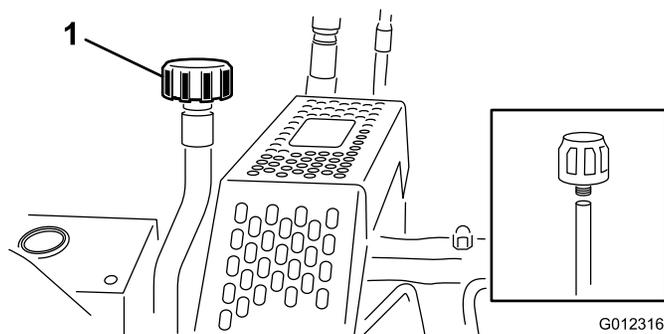

Figura 45
2. Limpe em redor do respiro e desaparafuse-o com uma chave (Figura 45).